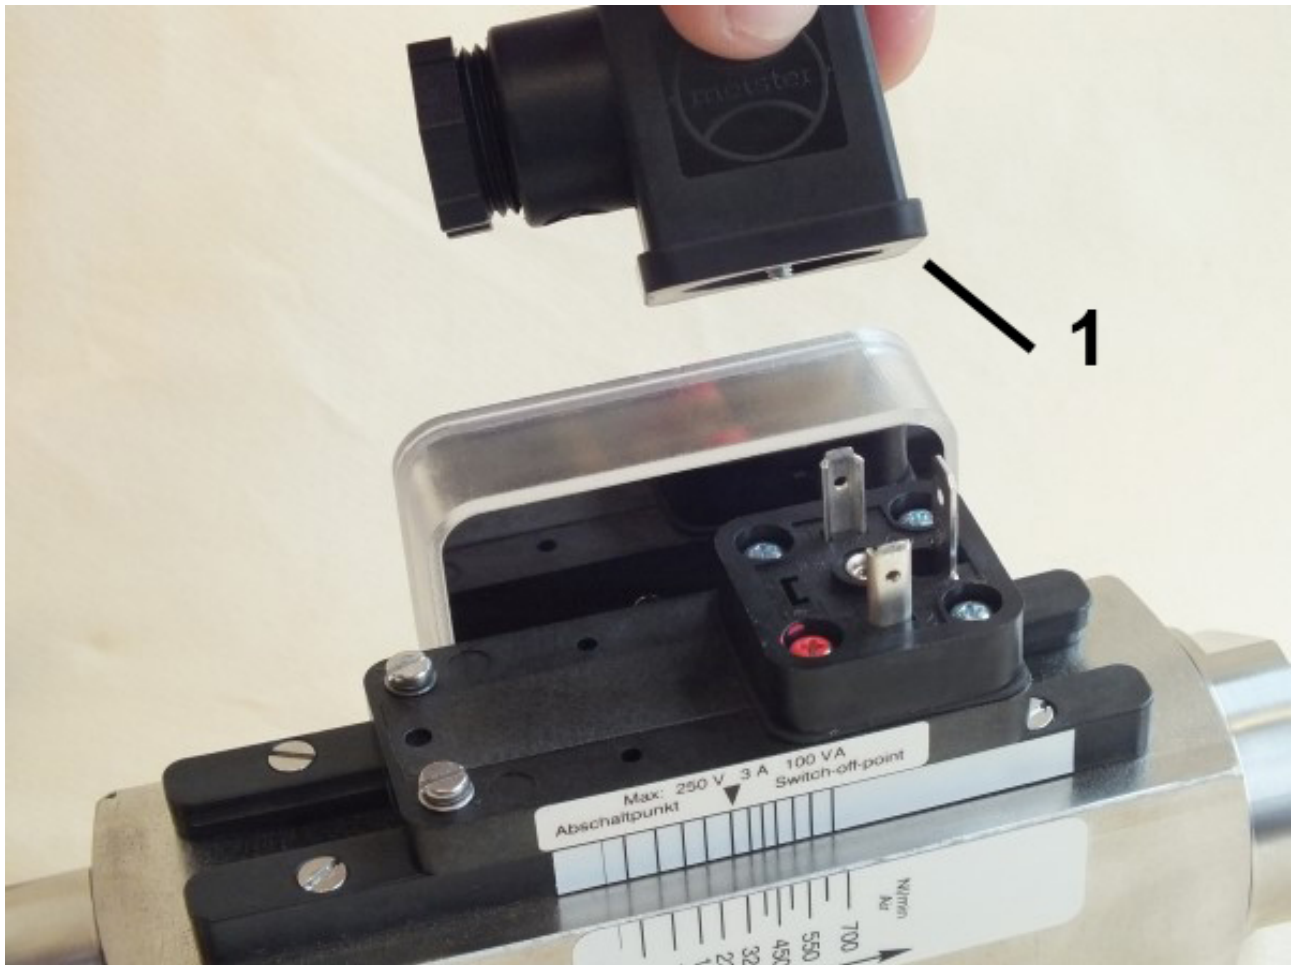

Abb. 28: Steckerdose abziehen
2. ➤ Ziehen Sie die Steckerdose (Abb. 28/1) ab